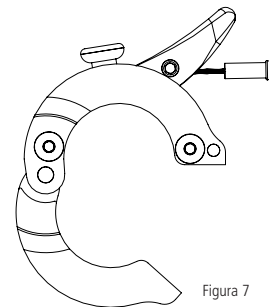

Figura 7
3. Verifique se a alavanca (1) está na posição aberta. Caso não esteja, pressione o botão (2) para liberá-la;
4. Remova o parafuso (3) da parte inferior da base da alavanca utilizando uma chave Allen 2,5 mm;
5. Abra a base da alavanca (Figura 7) e coloque-a no guidão;
7. Fixe a base da alavanca com o parafuso (3), utilizando a chave Allen 2,5 mm
9. Aperte o parafuso (3) até que a trava fique fixa no guidão, sem movimento rotacional;
- Acione a alavanca da trava (1) e verifique se a suspensão ficou rígida (travada);
- Aperte o botão (2) para destravar o sistema e comprima novamente a suspensão.